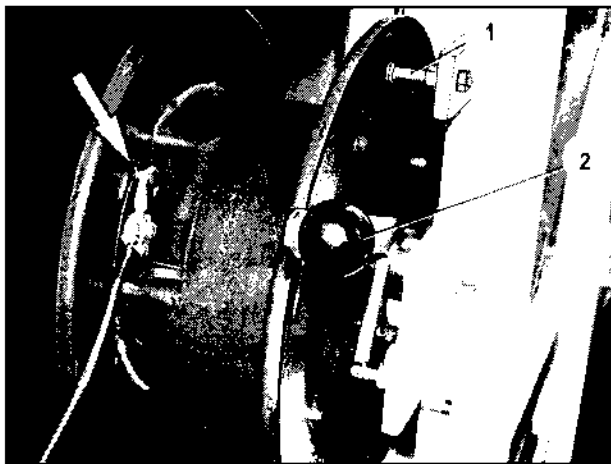

Bild 103
16. Kabelschuh der Erdungsleitung (Bild 103/Pfeil) in die Kabeltrommel einhängen. Kabeltrommel entriegeln; dazu Kabeltrommel festhalten, Hebel (Bild 103/2) hinter den Haltebolzen (Bild 103/1) legen und Erdungsleitung auf die Kabeltrommel auftrommeln.